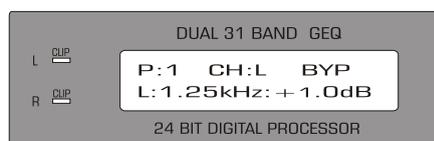

Figura 9: Bypass
9. En el menú principal, presione 8, el canal actual entrará en modo Bypass como la figura 9, entonces presione 8 y volverá a las condiciones de ecualización y volverá al menú principal.